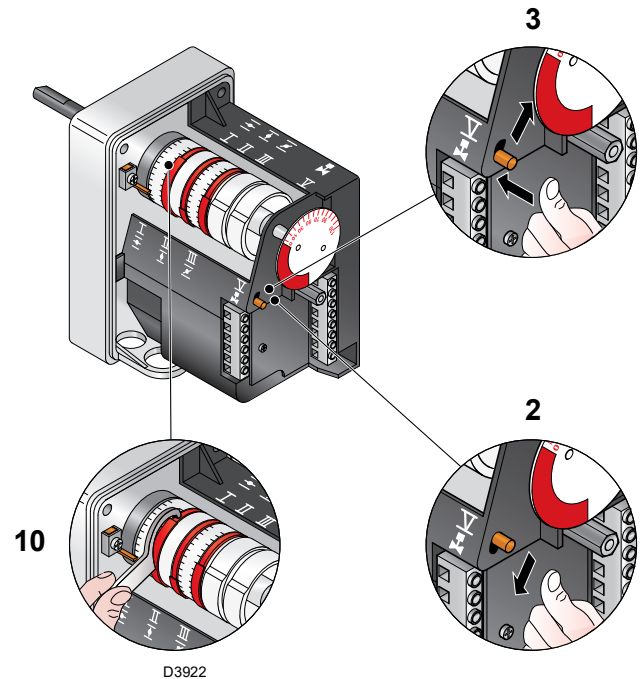

Fig. 29
- Se bisogna diminuirla, ridurre un poco l'angolo della camma III (Fig. 29) con piccoli spostamenti successivi, cioè portarsi dall'angolo 65° a 63° - 61°....
- Se bisogna aumentarla, premere un poco il pulsante "aumento potenza" 2)(Fig. 27)(aprire di 10-15° la farfalla del gas), aumentare l'angolo camma III (Fig. 29) con piccoli spostamenti successivi, cioè portarsi dall'angolo 65° a 67° - 69°.... Quindi premere il pulsante "diminuzione potenza" fino a riportare il servomotore nella posizione di minima apertura e misurare la portata del gas.